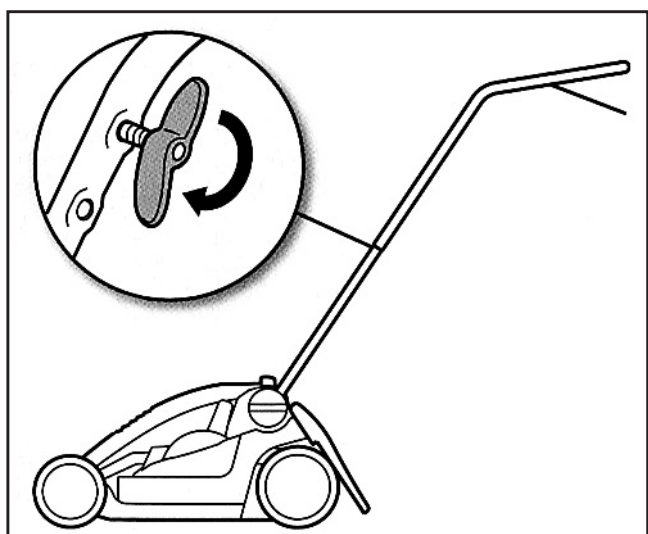

Fig. 3
- Relevez la partie supérieure du guidon et fixez-la en serrant fermement les écrous-papillon (Fig. 3).
- Levante la parte superior del manillar y fíjela apretando fuertemente las tuercas-mariposa (fig. 3).
- Levante a parte superior do guiador e fixe-a apertando com força as porcas-borboleta (fig.3).